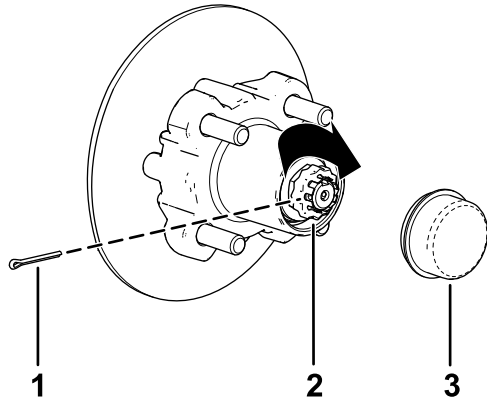

Figure 39
alignés afin de pouvoir insérer la goupille fendue (Figure 39).
9. Insérez la goupille fendue et repliez chacune de ses pattes autour de l'arrêt d'écrou (Figure 39).
10. Reposez le couvre-moyeu sur le moyeu (Figure 39).